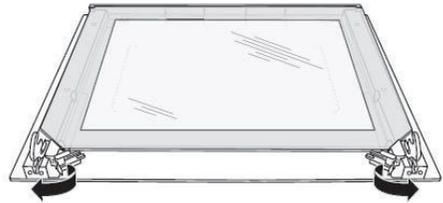

Figura 1
1. Ruotare i due blocchi neri di fermo posizionati nella parte inferiore della porta del forno come mostrato nella Figura 1.